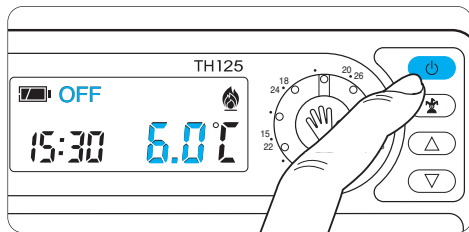

Fig. 34
10.1 - Premere una sola volta il pulsante ⏻ (fig. 34).